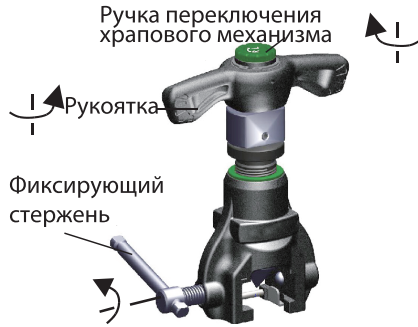

Рис. 4
4. Подготовьте Развальцовку к проведению работ. Выберите необходимое направление вращения рукоятки с помощью ручки переключения храпового механизма (при его наличии). Проверьте что при вращении рукоятки перемещается конус (рис.4).